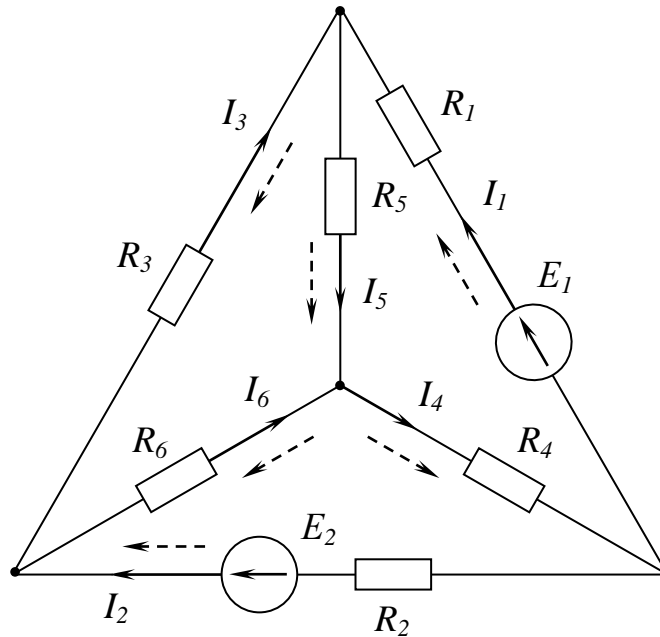

Рис. 15
3.4. Переносим токи на исходную схему (рис. 15) с учетом их истинного направления.
Показываем на схеме рис. 15 истинное направление токов  $I_3$ ,  $I_5$ ,  $I_6$ .
Баланс мощностей для схемы рис. 15.